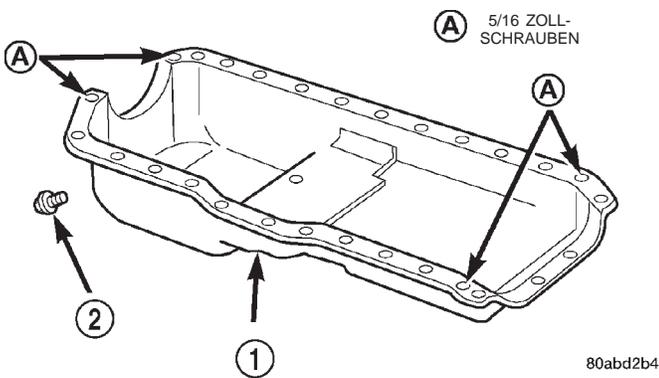

Abb. 71 Lage der 5/16 Zoll-Ölwannenschrauben
(6) Ölwanne über die Bolzen auf die Dichtung aufsetzen. Dabei den Fühler/Motorölstand, falls eingebaut, nicht beschädigen.
(7) Die 1/4 Zoll-Ölwannenschrauben eindrehen und mit einem Anzugsmoment von 9,5 N·m (84 in. lbs.) festziehen. Die 5/16 Zoll-Ölwannenschrauben eindrehen (Abb. 71). Mit einem Anzugsmoment von 15 N·m (132 in. lbs.) festziehen.
(8) Zentrierbolzen entfernen. Die restlichen 1/4 Zoll-Ölwannenschrauben eindrehen und mit einem Anzugsmoment von 9,5 N·m (84 in. lbs.) festziehen.
(9) Motor in die Motoraufhängung ablassen.
(10) Durchsteckschrauben montieren und Muttern festziehen.
- (11) Stützbock ablassen und Holzstück wegnehmen.
- (12) Abdeckung der Kupplungs-/Wandlerglocke montieren.
- (13) Anlasser einbauen.
- (14) Auspuffrohr an der Aufhängung und am Auspuffkrümmer montieren.
- (15) Leitungen/Getriebeölkühlung (je nach Ausstattung) und Kabelhalterungen/Lambda-Sonde wieder an den Ölwannebolzen befestigen.
- (16) Ölablaßschraube eindrehen (Abb. 71). Mit einem Anzugsmoment von 34 N·m (25 ft. lbs.) eindrehen.
- (17) Fahrzeug ablassen.
- (18) Batterie-Minuskabel (-) anschließen.
- (19) Vorgeschriebene Motorölmenge einfüllen.